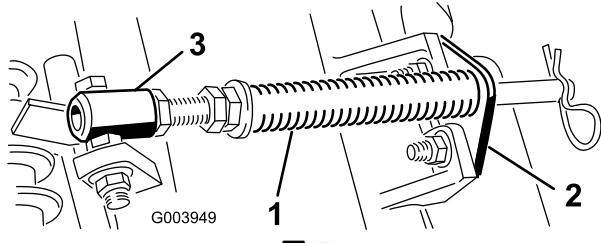

図 5
- A. カッティングユニットのタブにロッドブラケットを固定しているキャリッジボルト2本を外す(図 5)。
- B. スプリングチューブ・ボルトをキャリアフレームのタブに固定しているフランジナットを外して(図 5)アセンブリを取り外す。